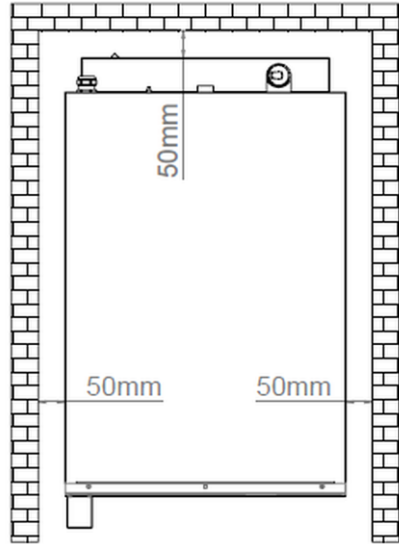

Fig. 3
- Maintenez une marge de sécurité d'au moins 50 mm tout autour de l'appareil par rapport aux murs ou aux autres équipements (fig. 3).